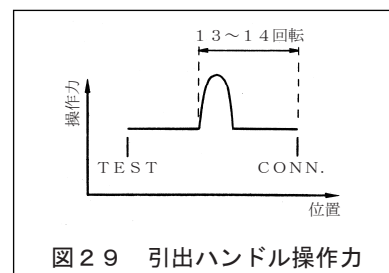

図2 9 引出ハンドル操作力
- 操作の途中で主回路接触子の接触が始まり、図2 9に示すように回転に要する操作力が大きくなります。故障ではありません。挿入操作を終えないでください。ほぼこの位置から13~14回転すると接続位置になり、最大操作力で回転しなくなります。
- 6) 遮断器固定ボルト (図2 7 ②) 付の場合、これを締付けて遮断器本体を固定します。